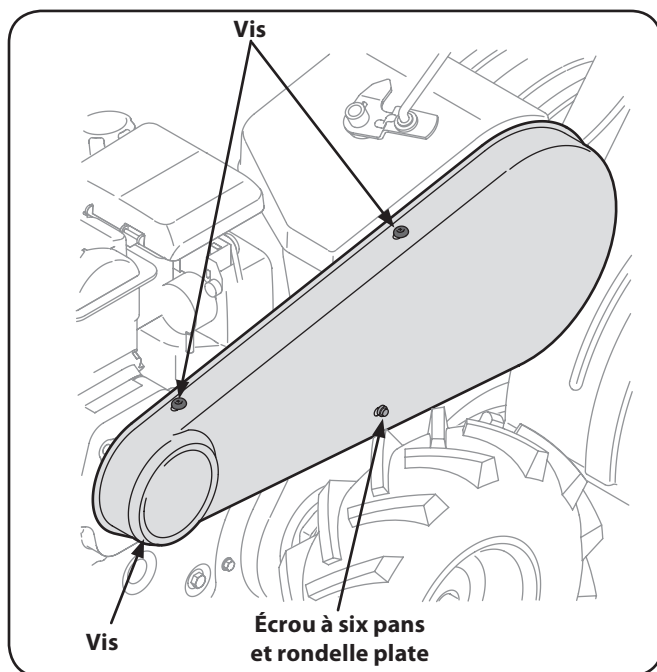

Figure 7-1
2. Démontez le couvre-courroie du côté gauche du motoculteur comme suit. Voir la Fig. 7-1. Enlevez les deux vis auto-taraudeuses du dessus du couvre-courroie.